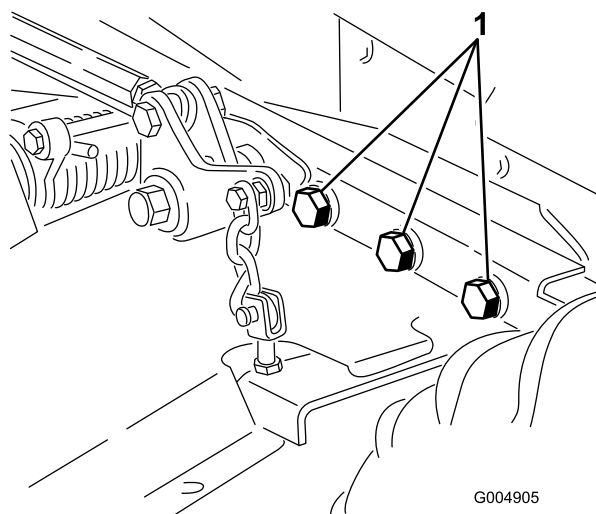

Figure 101
4. Vérifiez le serrage de toutes les fixations et resserrez-les au besoin. Serrez tout particulièrement les 6 boulons qui fixent le cadre du tablier de coupe au groupe de déplacement (Figure 101) à 359 N·m (265 pi-lb).